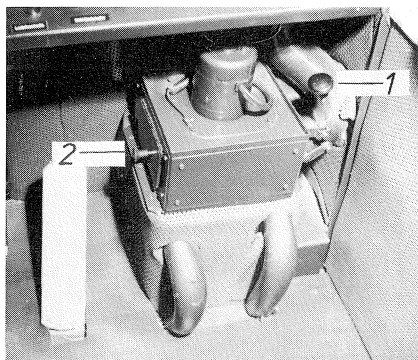

FIG. 22
- 2 - Placer la tirette fig. 22/1 en position d'hiver (tirer le bouton complètement en haut).
- 3 - Pour chauffer le plancher de la cabine (et avoir les pieds au chaud) tourner le volet fig. 22/2 vers la gauche.